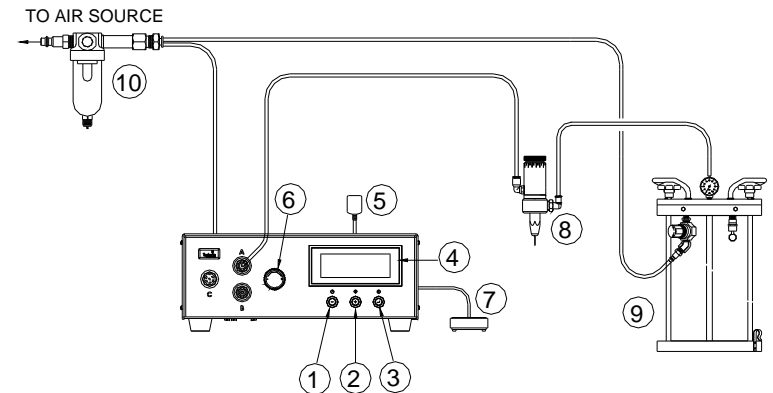

Figura 2.0
5.1.1 Conexión de la unidad: (Consulte la Figura 2.0)